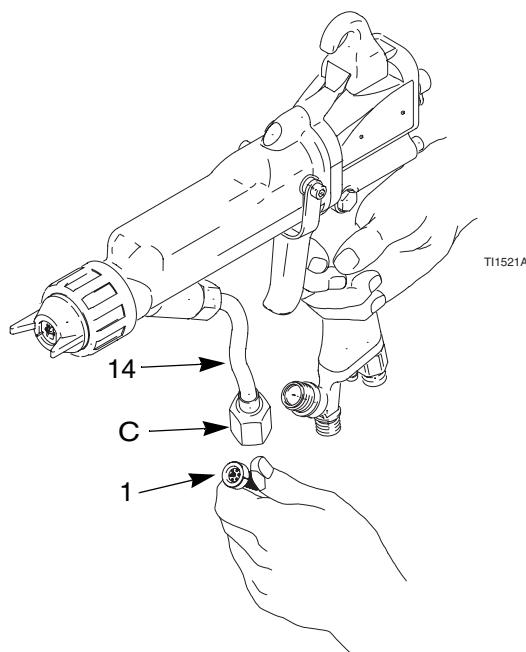

Fig. 12 Remplacement du filtre produit
2. Desserrer l'écrou inférieur du tuyau produit (C).
3. Retirer le filtre produit (1) du raccord produit. Nettoyer ou remplacer le filtre si nécessaire. Voir FIG. 12.